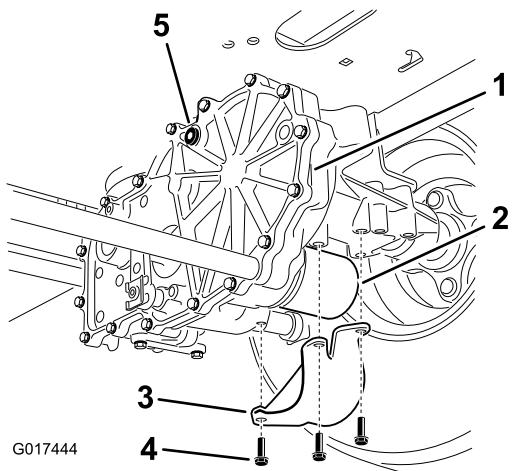

Figura 66
- Individuate il filtro e le protezioni su ogni sistema di trasmissione (Figura 66). Rimuovete le tre viti con cui è fissata la protezione del filtro.